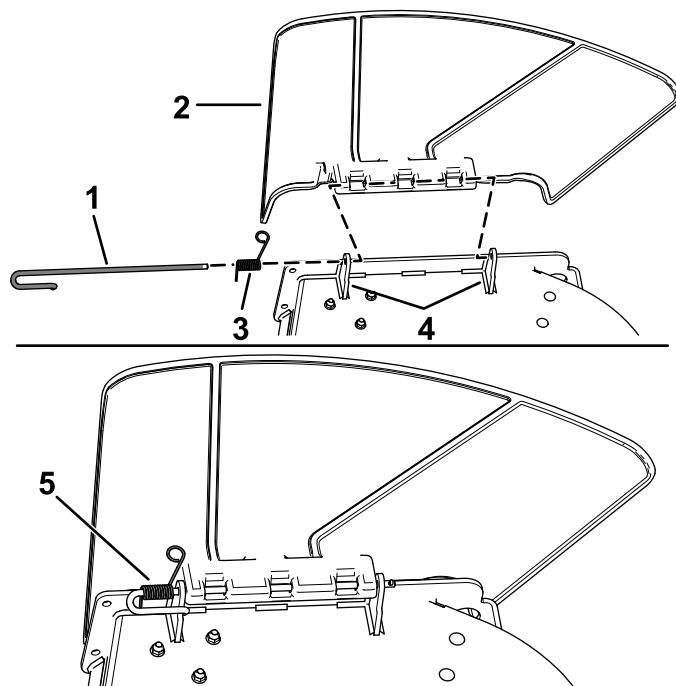

Figura 66
1. Desenganche el muelle de la muesca del soporte del deflector, y retire la varilla de los soportes soldados de carcasa, el muelle y el deflector de descarga (Figura 66).